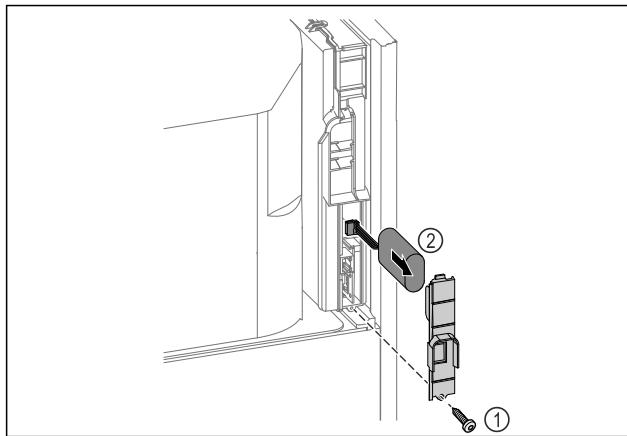

Fig. 219
- Lironi vidën dhe hiqni kapakun mbulues në anën e pasme të pajisjes Fig. 219 (1).
- Shkëputni baterinë dhe nxirreni jashtë Fig. 219 (2).